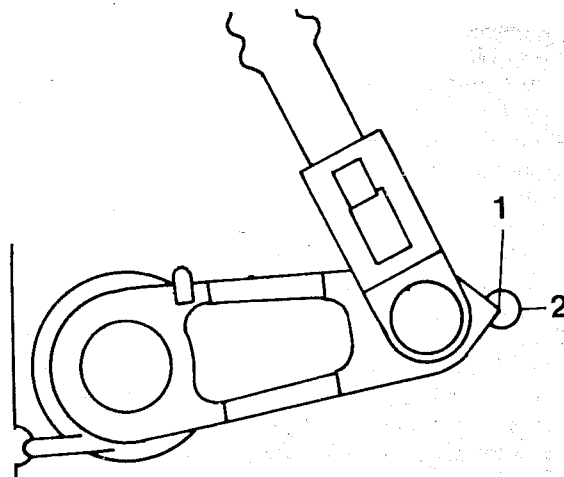

Bild 10
- Den Schubhebel mit den Fingern bis zum Anschlag nach vorne drücken. Mit dem Schubhebel in dieser Position ist der Einsteller ein- oder ausdrehen, bis die Markierung am Schubhebel mit der Markierung am Kurbelgehäuse übereinstimmt (Bild 10). In dieser Position festhalten und die Sicherungsmutter festziehen.